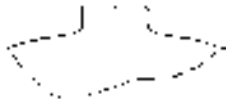

图 8-108 绘制样条曲线后的局部视图
6) 绘制样条曲线。将“细实线”图层设置为当前图层, 单击“绘图”工具栏中的“样条曲线”按钮, 绘制样条曲线, 即局部剖视图的界线, 如图 8-108 所示。